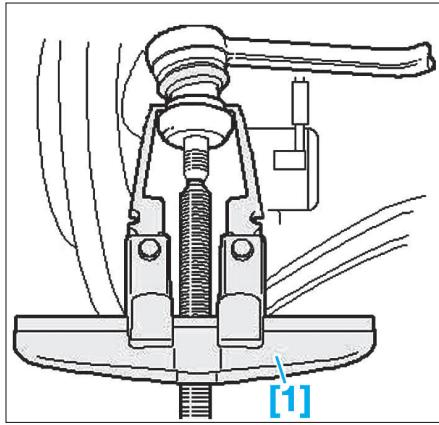

Fig. 11
- Avec l'aide de l'outil [1], désaccoupler la rotule de direction (Fig.11).